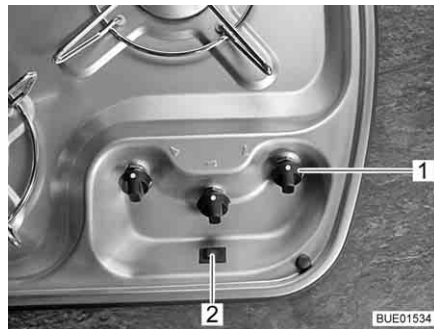
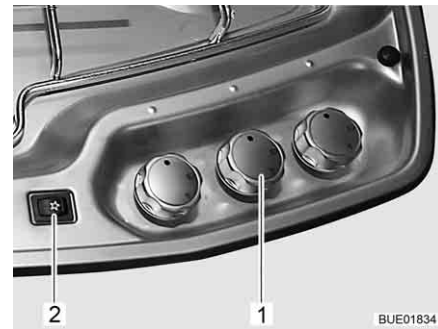

Fig. 210 Boutons de commande pour le réchaud à gaz (Viseo)
Fig. 211 Boutons de commande pour le réchaud à gaz (Elegance)
- Tourner le bouton tournant (Fig. 210,1 ou Fig. 211,1) du brûleur désiré en position d'allumage (grande flamme).
- Appuyer sur le bouton d'allumage (Fig. 210,2 ou Fig. 211,2). Le brûleur produit des étincelles.